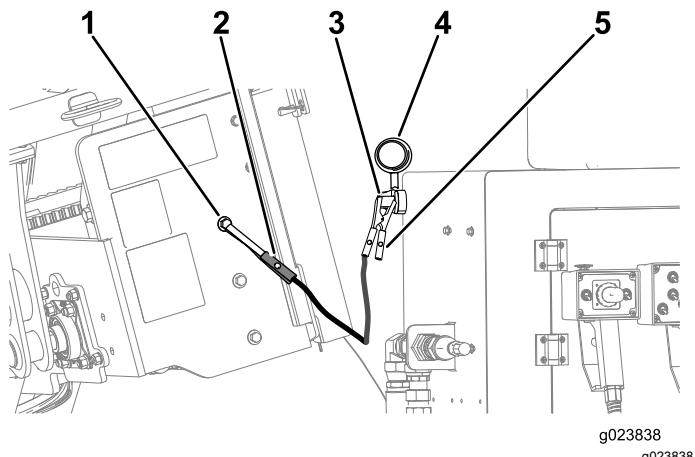

Figura 101
- Retire la tapa del borne de la batería (Figura 101).
- Conecte el cable puente positivo (+) al borne de la batería (Figura 101).
- Conecte el cable puente negativo (-) a una conexión de tierra, por ejemplo un perno o un travesaño del bastidor sin pintar (Figura 101).
- Cuando el motor arranque, la otra persona debe desconectar el cable puente negativo (-) del bastidor, y luego desconectar el cable puente positivo (+) (Figura 101).